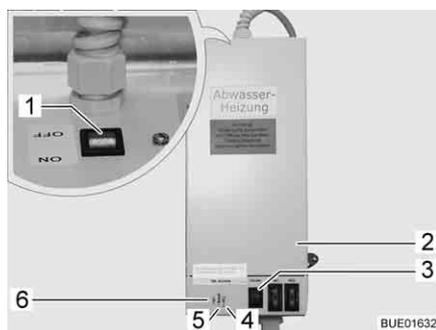

Fig. 153 Trasformatore con apparecchio di regolazione
Il trasformatore 230 V AC/12 V DC (Fig. 153,2) è montato, a seconda del modello, nell'armadio guardaroba o nella cassapanca della dinette.
- La spia di controllo (Fig. 153,5) diventa verde: Regolazione in funzione
- Le spie di controllo (Fig. 153,4 e 6) diventano rosse: Le tubazioni delle acque grigie vengono riscaldate
Nell'involucro è incorporato un pulsante di prova (Fig. 153,3) che consente di mettere in funzione brevemente l'apparecchio di regolazione. La pressione sul pulsante di prova consente di testare il funzionamento del riscaldamento anche quando la temperatura ambiente è superiore a 5 °C.
- Posizionare su "ON" l'interruttore (Fig. 153,1) sul trasformatore (Fig. 153,2).
- Posizionare su "OFF" l'interruttore (Fig. 153,1) sul trasformatore (Fig. 153,2).